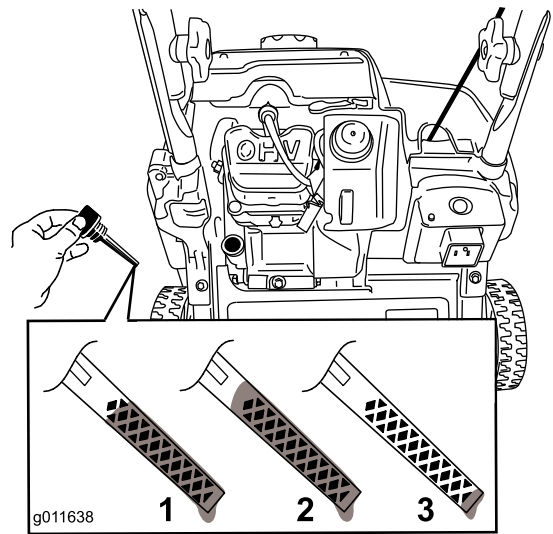

Bild 13
8. Siehe Bild 13, wie Sie den richtigen Ölstand am Peilstab ablesen.
Hinweis: Füllen Sie das Getriebe mit Öl, bis der Peilstab angibt, dass der Ölstand richtig ist, wie in Bild 13 dargestellt. Wenn Sie zu viel Öl in den Motor füllen, lassen Sie etwas Öl ab, siehe Wechseln des Motoröls“.